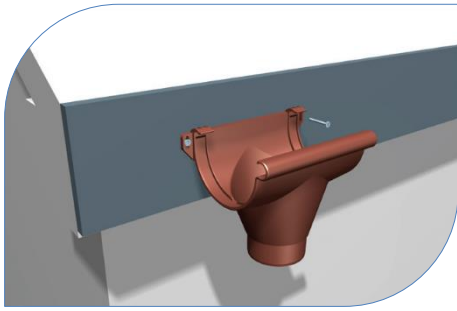

Рис. 4
- 1.8 В системі Galeco PVC лійки та з'єднувачі монтуються нерухомо до лобової дошки за допомогою кронштейнів, що стабілізує систему і сприяє тому, що одним рухомим елементом залишається ринва (рис. 4)